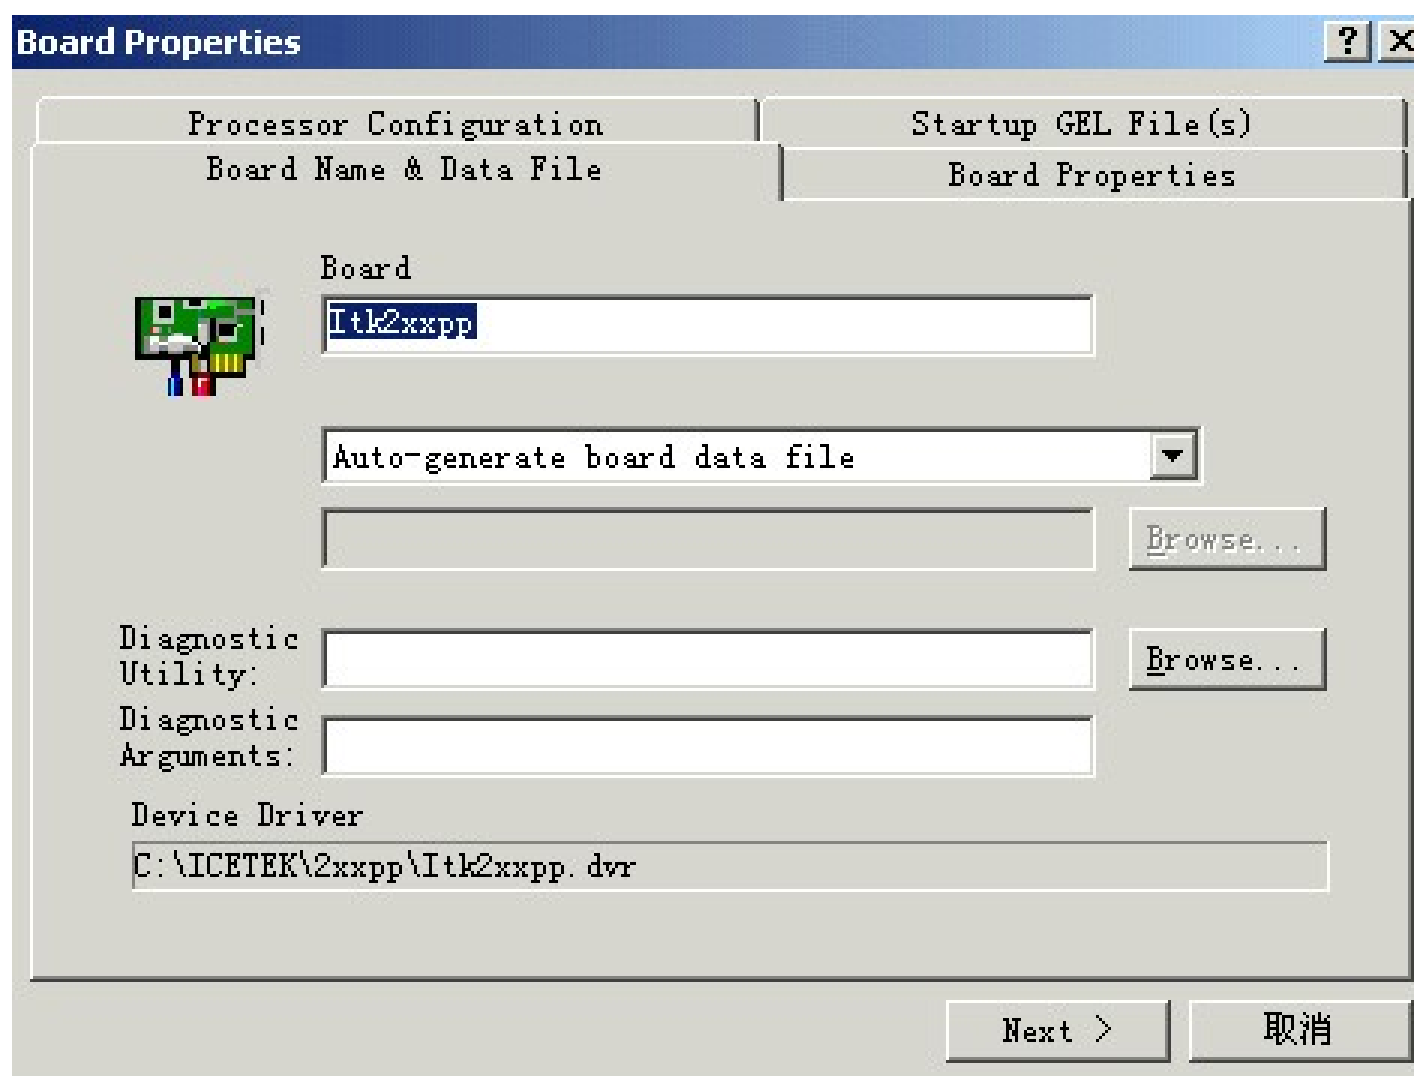
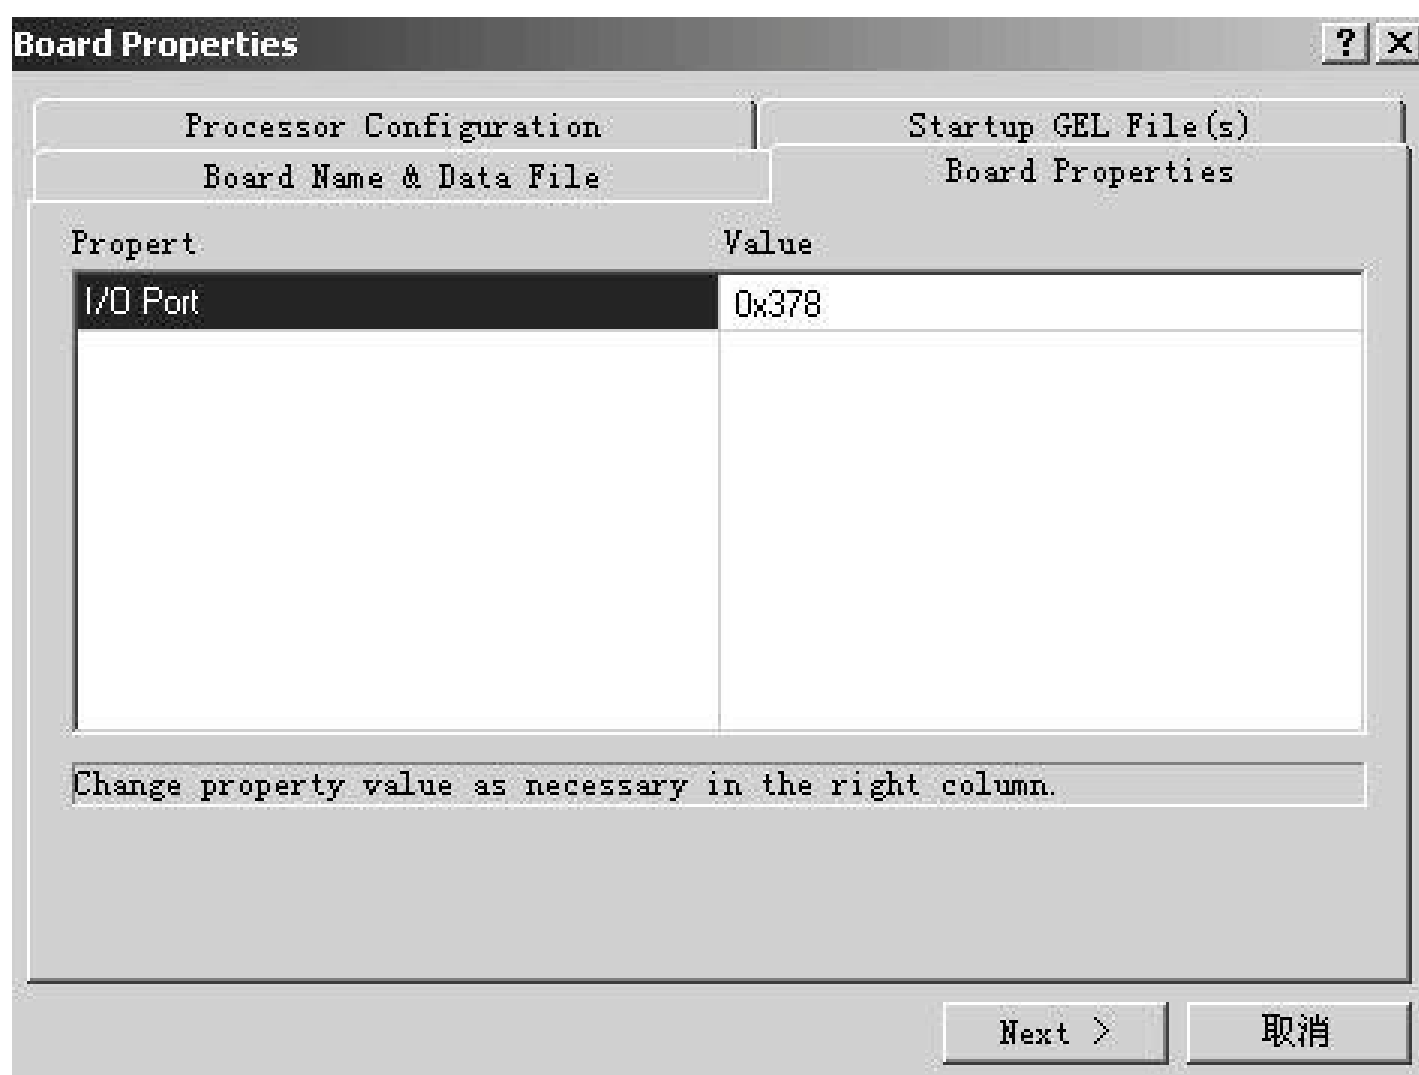

图 6 开发系统的属性选项
图 7 开发系统的属性配置界面
② ) 按图 6 中的“Next >”按钮连续，在弹出的如图 7 的界面中修改相应的参数设置，把 0x240 改为 0x378，再连续